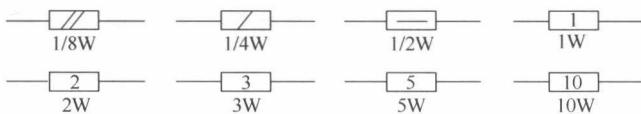

图 1-9 电路图中电阻器的额定功率标志
3) 在电路图中，为了表示电阻器的额定功率大小，一般会在电阻器符号上标注一些标志。电阻器上标注的标志与对应额定功率值如图 1-9 所示，1W 以下用线条表示，1W 以上的直接用数字表示（旧标准用罗马数字表示）。